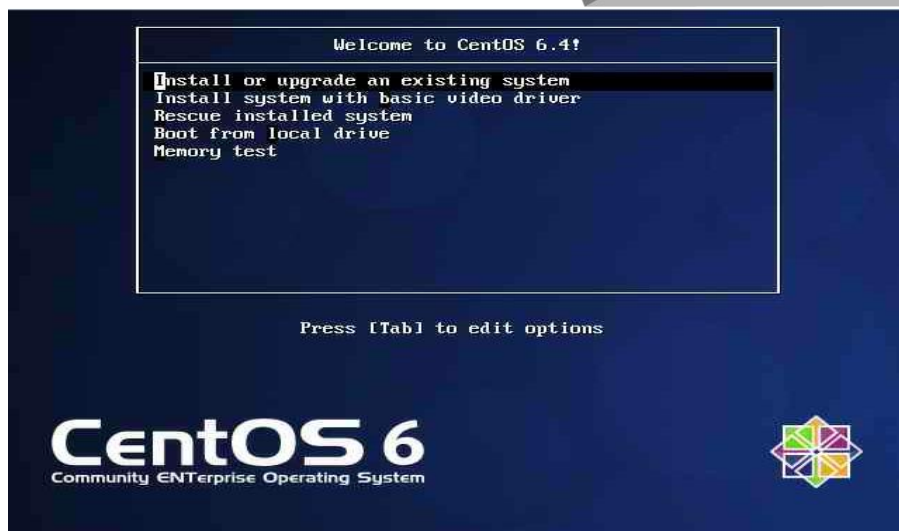

图 6-46
- h. 这里我们选择基本存储设备, 单击下一步, 进行主机名设置, 我们以默认值进行设置, 此处名称可根据需求进行设置。如图 6-46 所示。